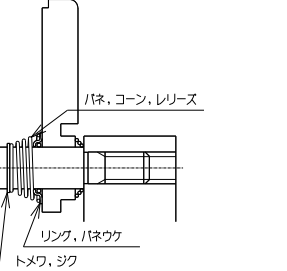

図8
- ・ピン,ドライブにリング,パネウケ、その上にパネ,コーン,レリーズを入れてください。(図8)
- ・パネ,コーン,レリーズを圧縮しトメワ,ジクをピン,ドライブ上部の溝にはめてください。(図8)